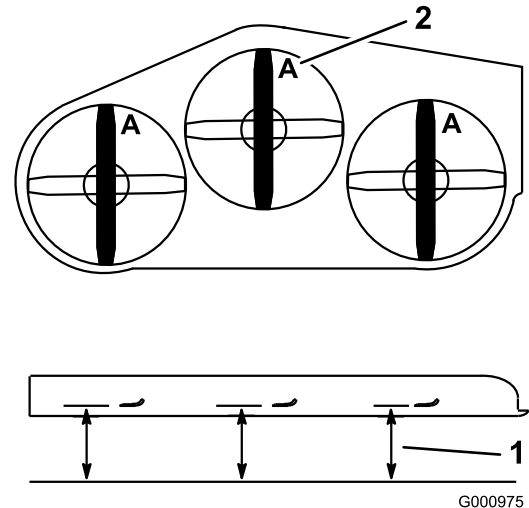

Figure 94
2. Mesurez la distance entre la surface plane et le tranchant (position A) des lames (Figure 94).